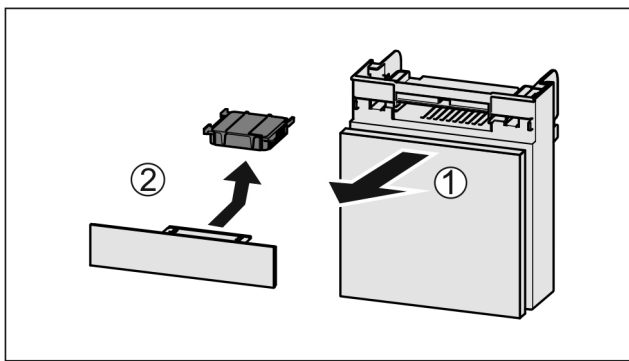

Fig. 128
- ▶ Lade vanaf de voorkant eruit trekken Fig. 128 (1).
- ▶ Actiefkoolfilter verwijderen Fig. 128 (2).